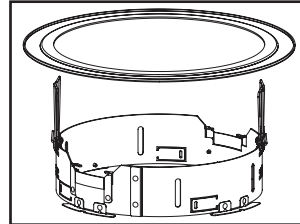

Figure 27.
1. Faites glisser la bague à bande d'adaptation (en option) sur l'assemblage d'anneaux Retrofit tout en maintenant les ressorts de fixation à la verticale (Figure 27).